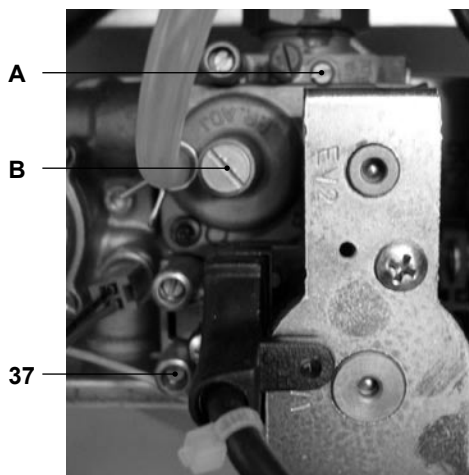

Figura 7.9
- A caldaia spenta (fuori servizio), controllare la pressione di alimentazione utilizzando la presa 37 in Figura 7.9 e confrontare il valore letto con quelli riportati nella tabella Pressioni di alimentazione gas nella sezione "Dati tecnici T110.32CB/.." a pag. 26.
- Richiudere bene la presa di pressione 37 in Figura 7.9.
Per tarare il  $\text{CO}_2$  della caldaia (pressione del gas al bruciatore) svitare completamente il tappo in ottone di protezione B e agire sulla vite a brugola  $\varnothing 4$  mm sottostante Figura 7.9, girando in senso orario il  $\text{CO}_2$  aumenta.
- Se i due dati non coincidono agire sulla vite regolazione massimo RQ (A in Figura 7.9) della valvola gas e tarare il  $\text{CO}_2$  allo stesso valore riportato nella tabella nella sezione "Dati tecnici T110.32CB/.." a pag. 26. Girando in senso orario il  $\text{CO}_2$  diminuisce.